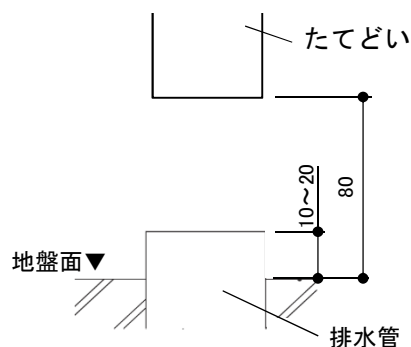

図2—地盤面からの寸法
- ・排水管の地盤面からの立ち上がり寸法は10~20mmの範囲であり、たてどいの切断位置は地盤面から80mmとしている。(図2)